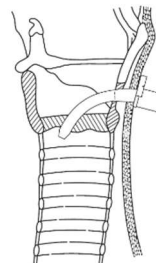

図5
- ⑩ ガイドワイヤとダイレタを同時に抜去する。
⑪ 気道チューブを留置する(図5)。